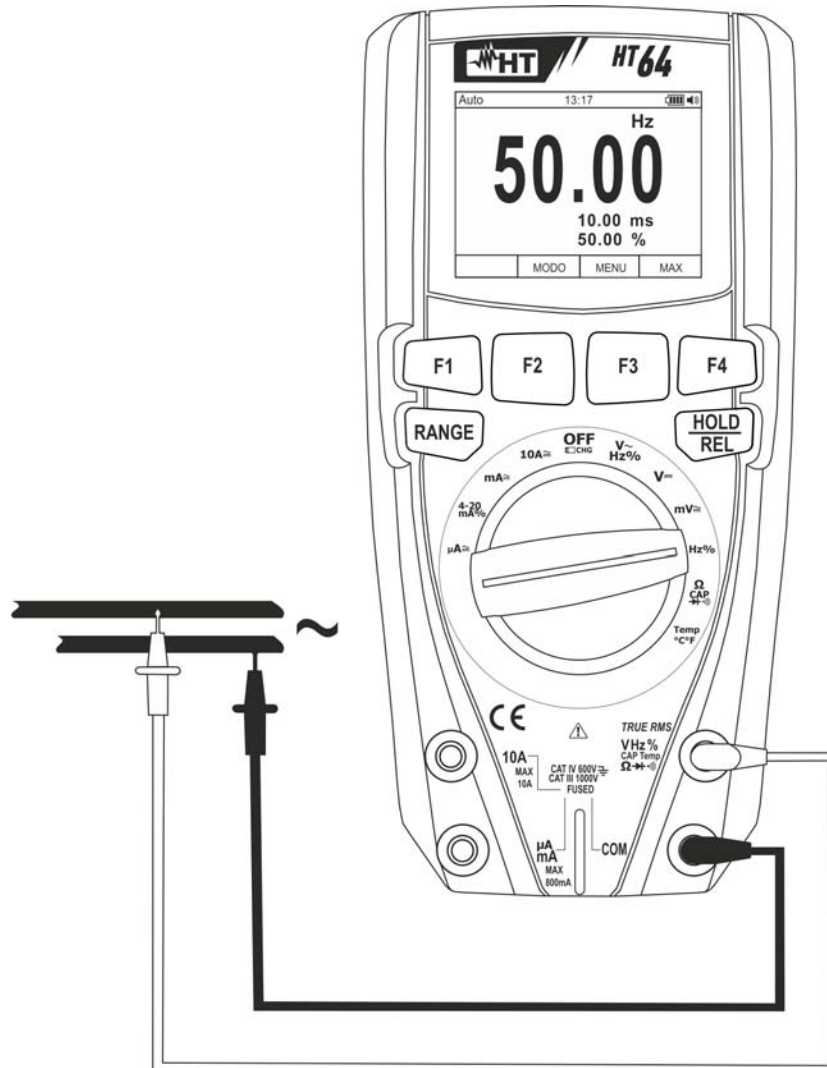

Fig. 24: Uso dello strumento per misura di Frequenza e Duty Cycle
4. Posizionare il puntale rosso ed il puntale nero rispettivamente nei punti del circuito in esame (vedere Fig. 24). Il valore della frequenza (Hz) o duty cycle (%) è mostrato a display. La barra grafica non è attiva in queste funzioni